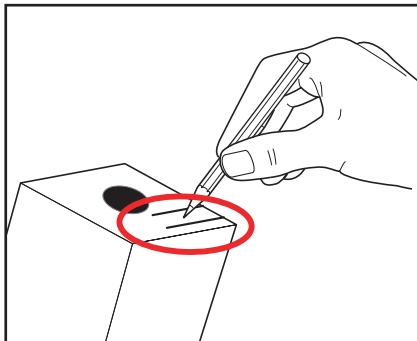

Fig. 4
6. Respectez les instructions figurant sur le pack de produit. Inscrivez au moins la date limite d'utilisation sur le pack de produit (fig. 4).